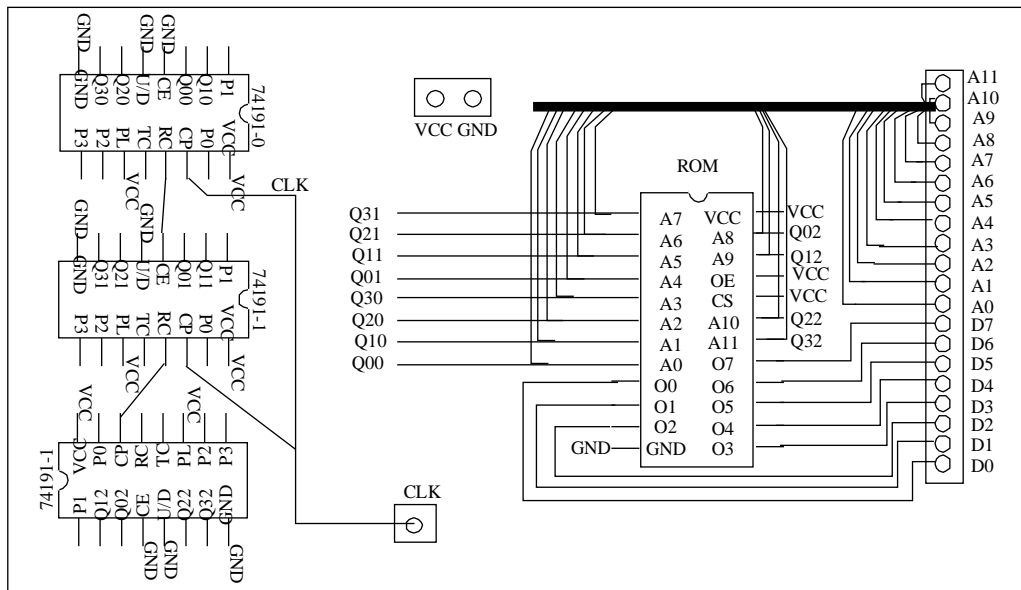

Figura 1: Conexión de la placa
ROM, en concreto la ROM de un cartucho de la videoconsola Atari 2600. Dichas ROMs tienen una capacidad de 4KBytes, esto es, $2^{12} \times 8$ bits. En el laboratorio se realizará una lectura de todas sus 4K posiciones de memoria. Esto se consigue generando todas las posibles direcciones de memoria, desde 0 hasta 4095 ($\$000$ a $\$FFF$ en hexadecimal). Para ello se usará un contador de 12 bits construido conectando en cascada tres contadores comerciales 74191 tal y como se muestra en la Figura 1. Dichos contadores son disparados por el flanco de subida (véase el anexo de la última página).
1. Estudie y comprenda el funcionamiento del circuito de la Figura 1 (el componente 74191 se describe en el anexo de la última página).